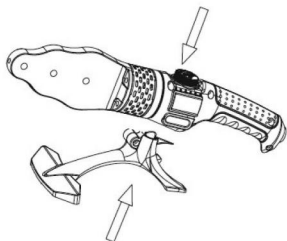

fig.1
- 2) Posizionare l'apparecchio sul supporto (fig. 1).